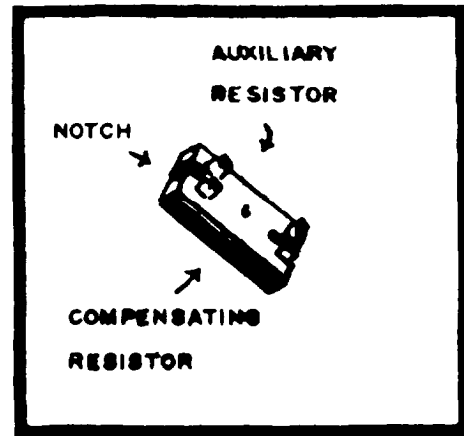

Fig. 78
1. Dual Ballast Resistor - Fig. 78